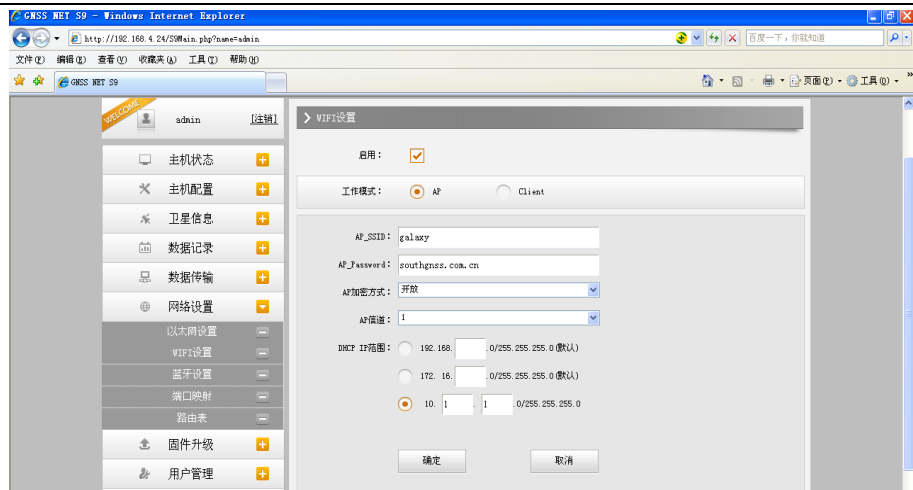

图 3-21 WIFI 设置栏页面
e) “数据流设置”页面如图 3-21 所示。导航定位数据栏可以配置导航输出的参数；原始观测数据栏配置输出原始观测数据的参数；Met-Tilt 模式是与气象用途相关的配置。